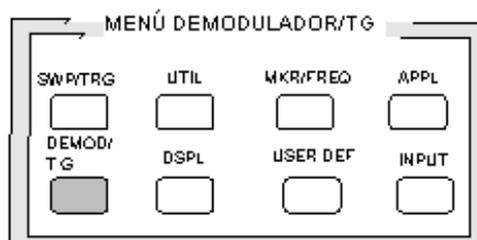

Figura 17. Menú del demodulador y del generador de tracking.
5. **Menú del demodulador y del generador de tracking** (DEMOD/TG), Figura 17.